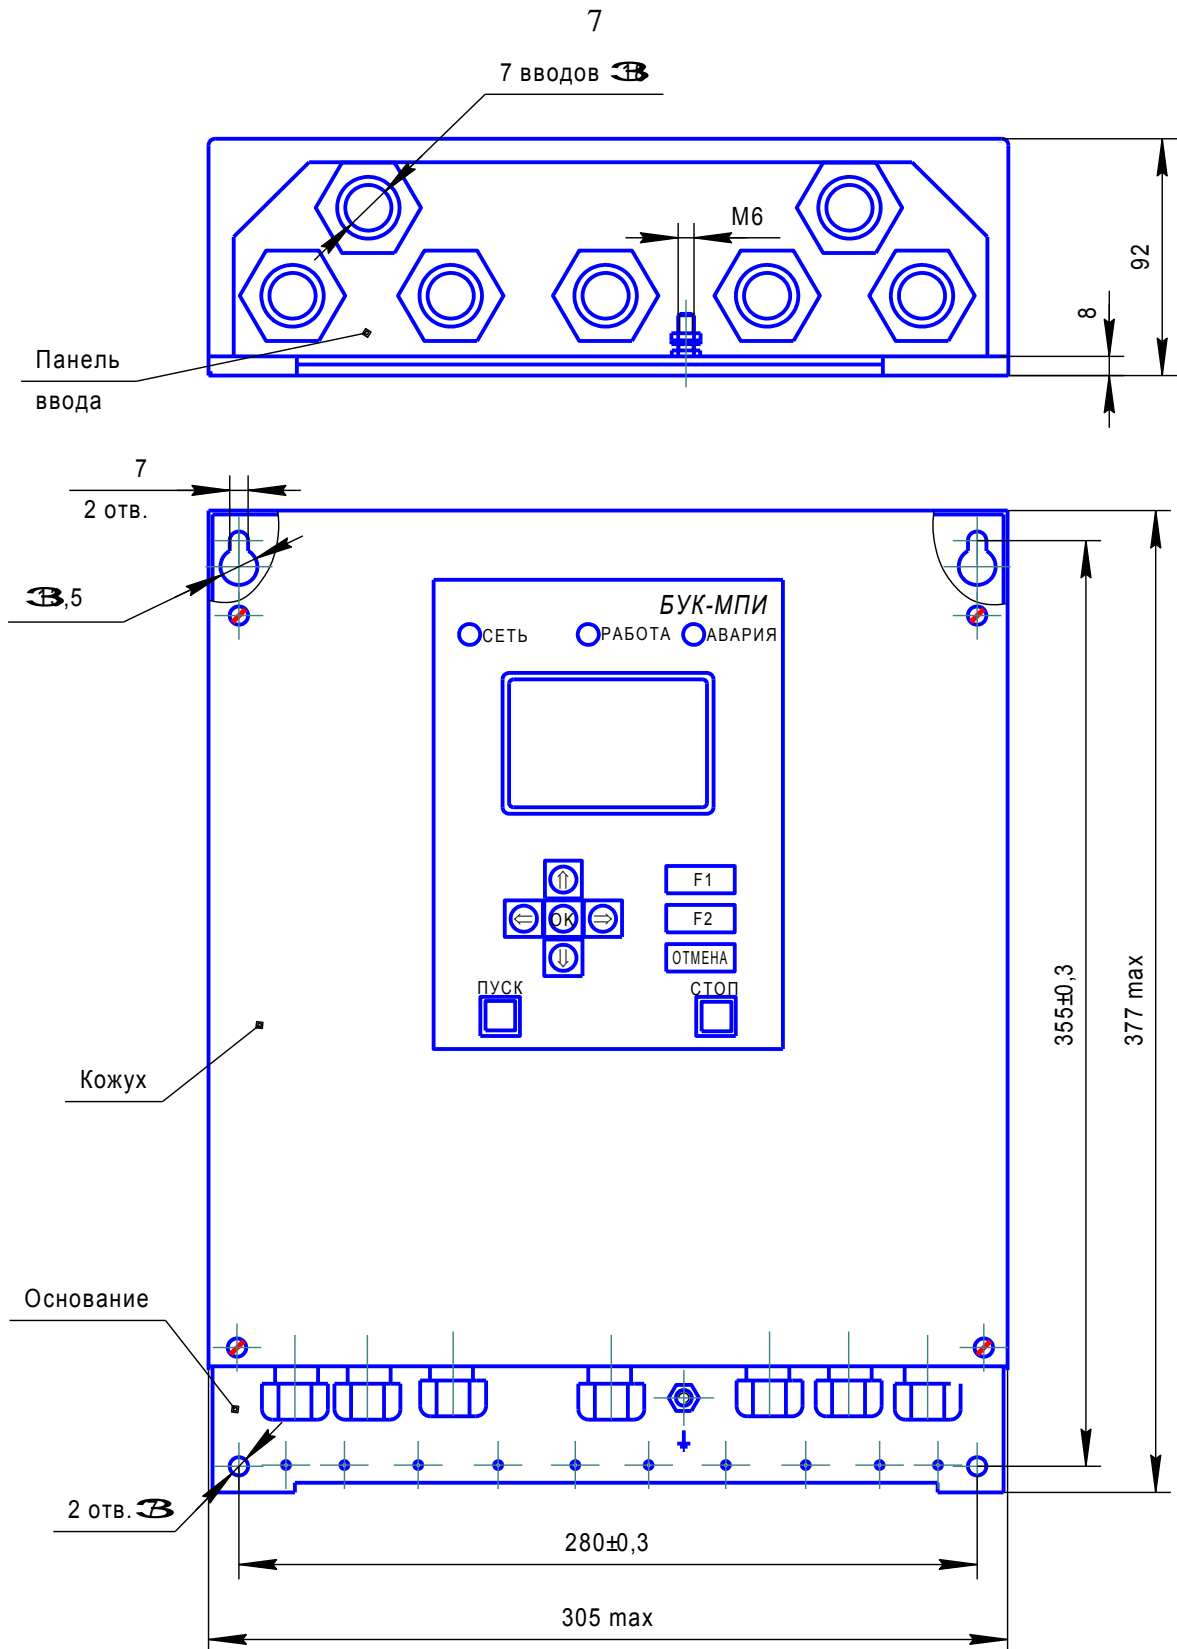

Рис. 1. Габаритные, установочные и присоединительные размеры.
1.8.1. Блок управления представляет собой настенный блок сварной конструкции со съёмным передним кожухом. Габаритные и присоединительные размеры приведены на рис. 1.